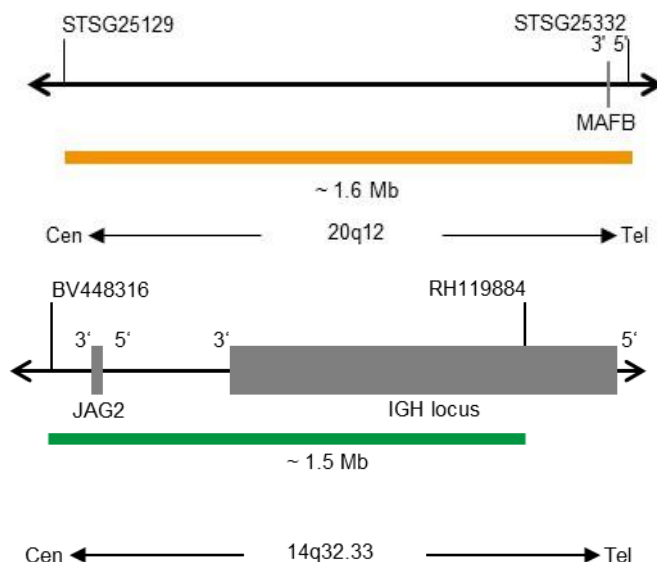

Fig. 1: In alto: Mappa della sonda SPEC MAFB. In basso: Mappa della sonda SPEC IGH (non in scala)
- Polinucleotidi (~6.0 ng/μl), marcati con ZyOrange (eccitazione 547 nm/emissione 572 nm), le cui sequenze target mappano in 20q12* (chr20:37,782,012-39,385,613) in cui è localizzato il gene MAFB (vedere Fig. 1).
- Polinucleotidi (~12.0 ng/μl), marcati con ZyGreen (eccitazione 503 nm/emissione 528 nm), le cui sequenze target mappano in 14q32.33* (chr14:105,462,169-106,995,000) in cui è localizzato il locus IGH (vedere Fig. 1).